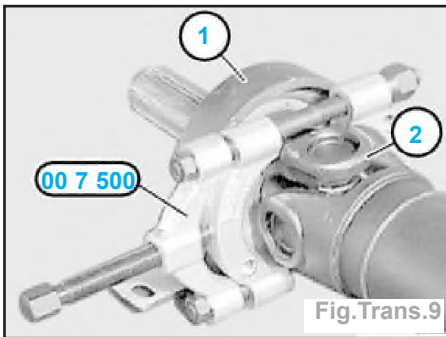

Fig. Trans. 9
- Mettre en place l'outil 00 7 500 entre le palier central (1) et le cardan (2) (Fig.Trans.9).